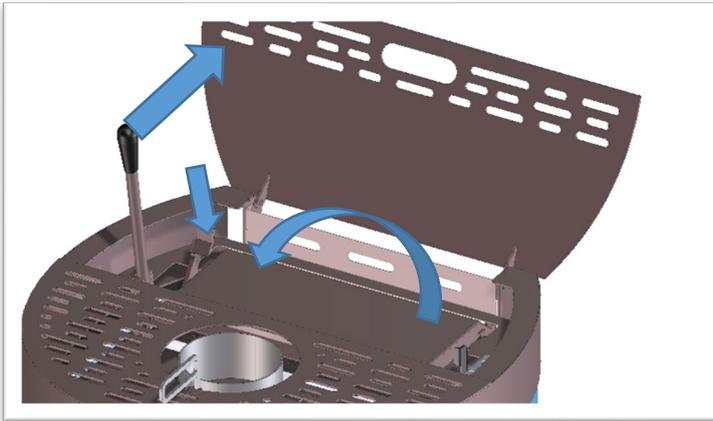

Abb. 19
5. Schließen Sie die Tankdeckel, den Riegel und bewegen Sie den Hebel nach hinten (Abb. 19)
1. **Bewegen Sie den Hebel in die Offen-Position (Aperto/Go) (siehe Abb. 19 oben). Die Pellets sinken durch die Schwerkraft, bis sie die Brennschale füllen.**